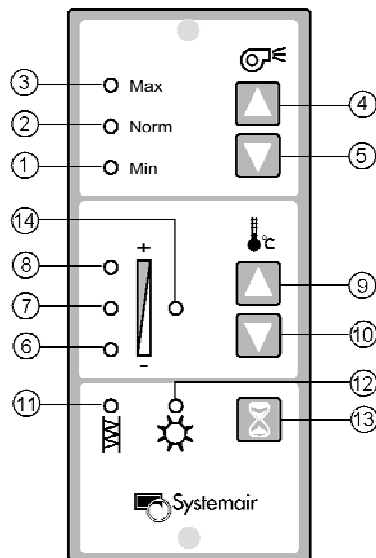

Рис. 3 Fig. 3
RU Принцип действия (Рис.3)
GB OPERATION (Fig. 3)
При установке агрегата в коммерческих зданиях может потребоваться установка внешнего таймера для его автоматического переключения между дневным и ночным режимом с меньшим расходом воздуха. Если при работе агрегата в ночном режиме согласно таймеру потребуется перейти к дневному режиму, то необходимо нажать кнопку (13, Рис.3) на контрольной панели. Агрегат автоматически перейдет на режим работы согласно таймеру через 3 часа.
When the unit is installed in commercial buildings, it might be necessary to install a separate week timer for automatic day and night operation (reduced ventilation). If the building is in use when night operation is in function, override to day operation can be obtained by pressing button (13, fig. 3) on the control panel. The unit automatically switches back to operate according to timer settings after 3 hours.
Мешочный фильтр не подлежит чистке. Время работы нового фильтра до замены необходимо переустановить после его установки. Нажмите кнопку 13 (Рис.3) и удерживайте 5 сек. Желтый индикатор (14) и один зеленый индикатор (6, 7 или 8, в зависимости от выбранного периода работы) замигает в течение нескольких секунд.
The bag filter cannot be cleaned and must be changed as necessary. Operation time between filter changes must be re-set after filter change. Press button 13 (fig. 3) for apx. 5 seconds. Yellow lamp (14) and one of the green lamps (6, 7 or 8, depending on chosen operation time) will flash for a few seconds.